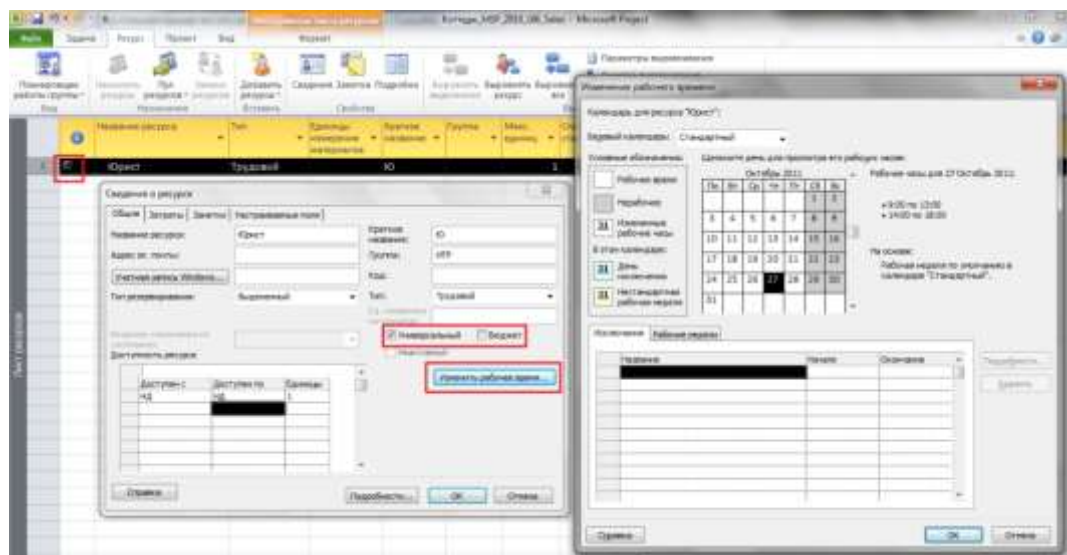

Рис. 6.4 - Сведения о ресурсе. Закладка «Общие»
1. График доступности. Задаёт периоды времени, когда ресурс может быть задействован для выполнения работ проекта. Этот график может учитывать отпуска, командировки, занятость ресурса в других проектах и т.п. Задаётся в диалоговом окне **Сведения о ресурсе**. Для его раскрытия дважды щелкните на названии ресурса. Рис. 6.4